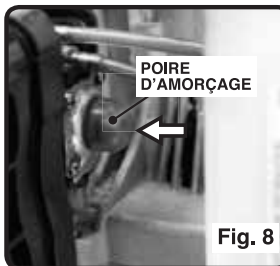

Fig. 8
4. Appuyer lentement six fois sur la poire d'amorçage (voir fig. 8).